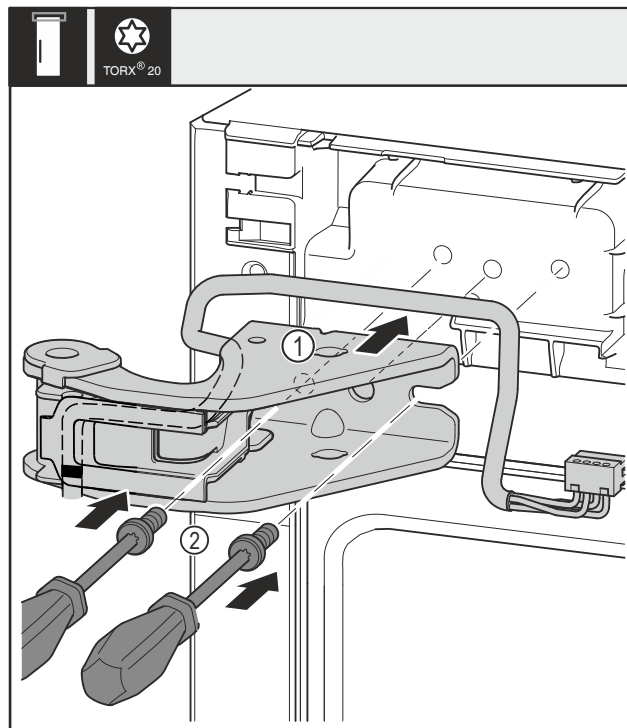

Fig. 35
- Vendosni bazamentin mbështetës të sipërm Fig. 35 (1).
- Futni vidat Fig. 35 (2) me një kaçavidë dhe shtrëngojini fort.